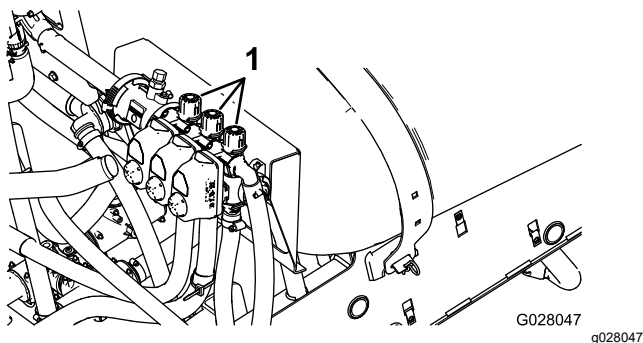

Рисунок 85
2. Переведите выключатель левой секции в положение off (выкл.) и отрегулируйте перепускной клапан левой секции (**Рисунок 85**) так, чтобы давление находилось на ранее установленном уровне (обычно 2,75 бара).
4. Отрегулируйте перепускной клапан правой секции (Рисунок 85) так, чтобы давление находилось на ранее установленном уровне (обычно 2,75 бара).
6. Отрегулируйте перепускной клапан средней секции (Рисунок 85) так, чтобы давление находилось на ранее установленном уровне (обычно 2,75 бара).